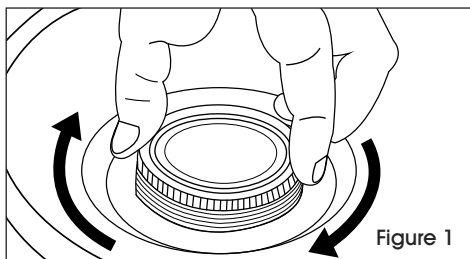

Figure 1
1. Place the screw cap over the opening in the nozzle. Gently rotate the screw cap clockwise until the threads of the cap smoothly engage the threads on the nozzle. (See Figure 1)
1. Placez le bouchon fileté au-dessus de l'ouverture dans la buse. Tournez délicatement le bouchon fileté dans le sens horaire jusqu'à ce que les parties filetées du bouchon se logent dans le filetage de la buse. (Voir Figure 1)